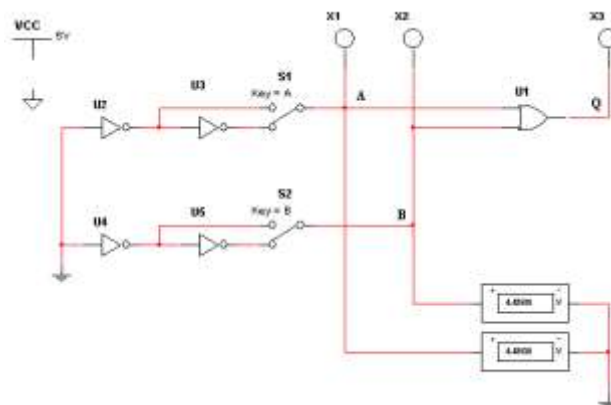

Рис. 3. Схема исследования функции «2ИЛИ»
7. В программе NI Multisim построить схему исследования функции «2ИЛИ» (рис. 3).